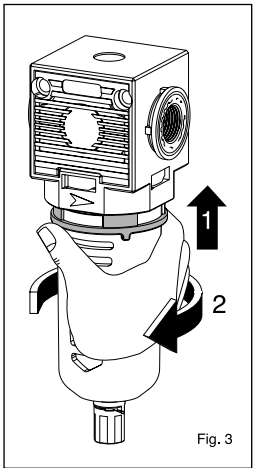

Fig. 3
1) Den Sicherungsring anheben (Abb. 3);
2) Den Behälter im Uhrzeigersinn drehen (Abb. 3);
1) 抬起安全环 (图3);
2) 顺时针方向旋转旋钮 (图3);
1) Поднимите стопорное кольцо (рис. 3);
2) Поверните стакан по часовой стрелке (рис. 3);